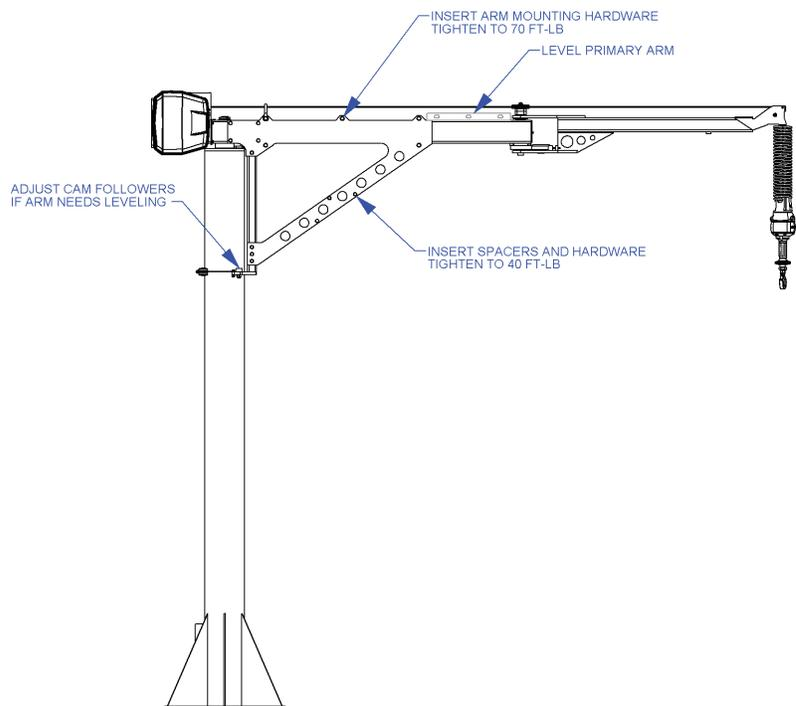

Fig. 4B. Regolazione del livellamento del gruppo del braccio.
**4.1.2** Posizionare una livella sul braccio principale (**fig. 4B**) Regolare il gruppo braccio verso l'alto o verso il basso come necessario, con l'uso di rulli con perno eccentrico. Per sollevare il braccio, ruotare i rulli per aumentare l'intervallo fra la piastra e il montante. Per abbassarlo, ruotare i rulli per diminuire l'intervallo fra la piastra e il montante.